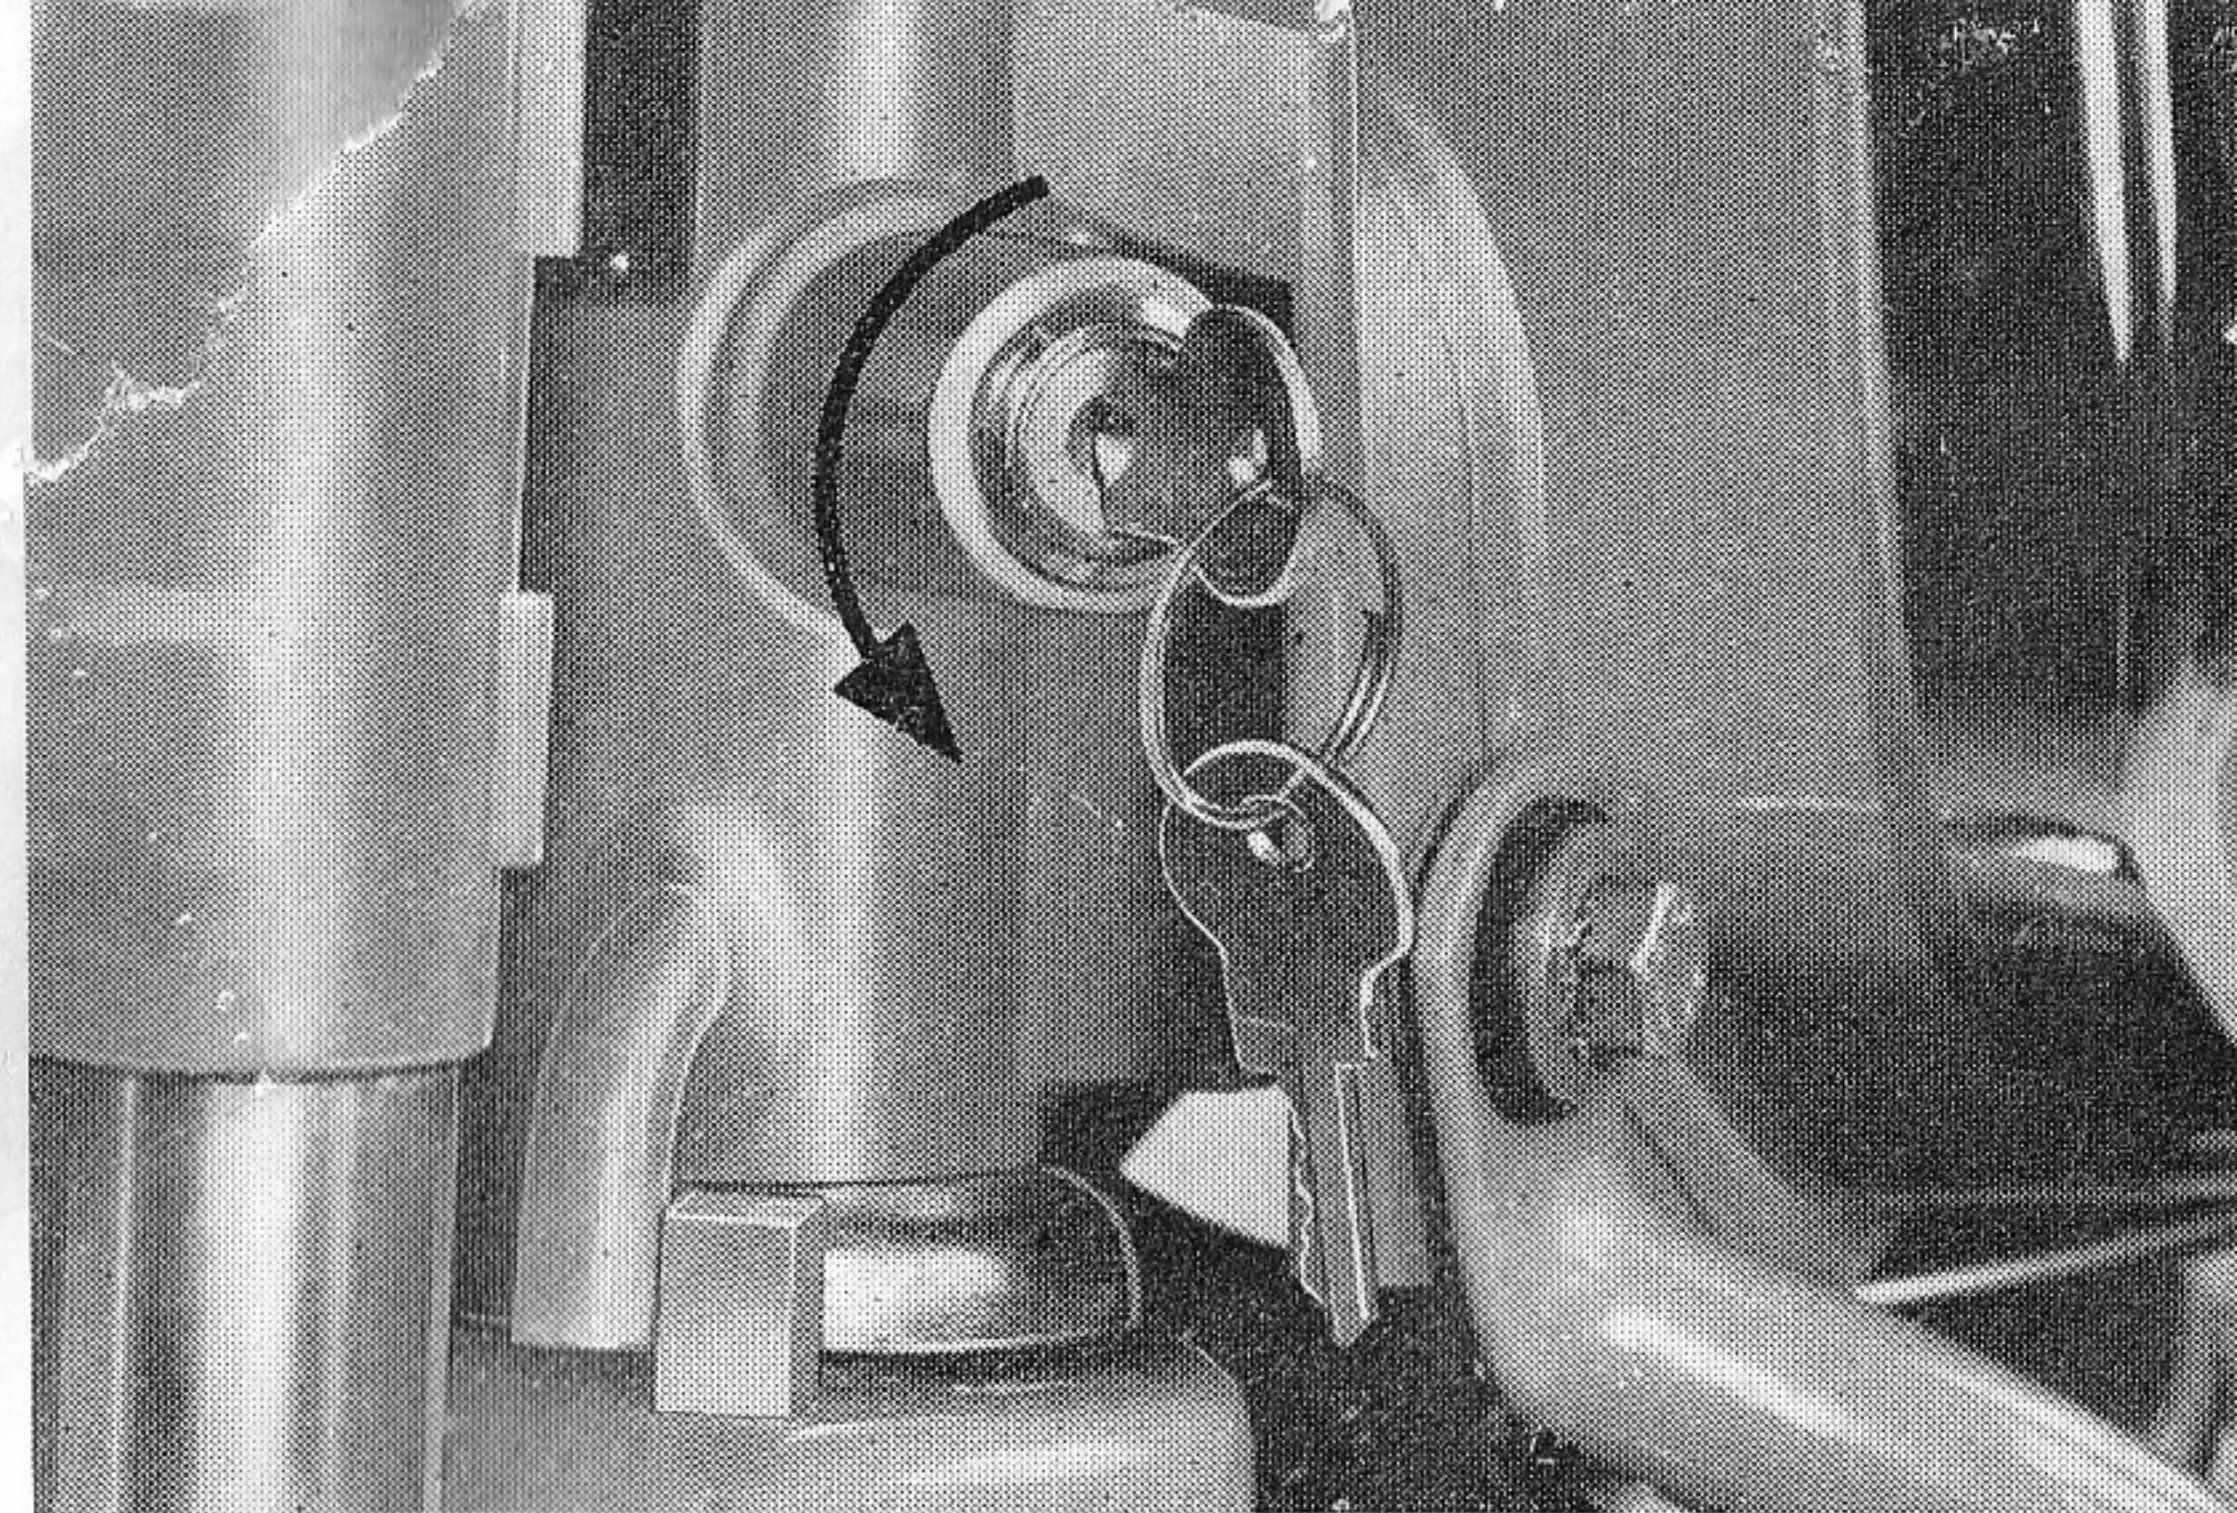

Bild 8
- 14 = Lenkschloß (verdeckt, s. Bild 8)
- 15 = Lenkschloß (verdeckt, s. Bild 8)
Lenkschloß (Bild 8)